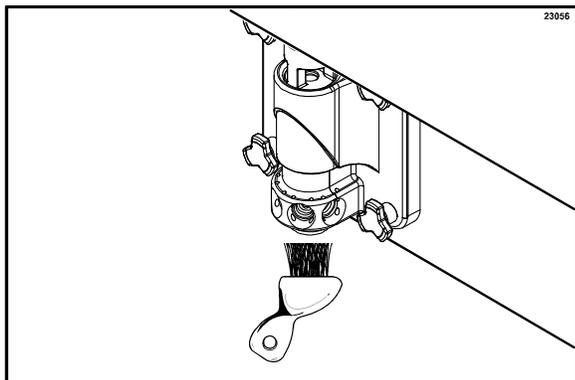

Figura 24
4. Lleve un poco de solución desinfectante al congelador. Coloque un balde debajo del surtidor de la puerta y moje el cepillo del surtidor de la puerta con la solución desinfectante. Cepille el surtidor de la puerta, la parte inferior del rotor y el asa del rotor y los conectores de la línea de jarabe. (Vea la figura 24).